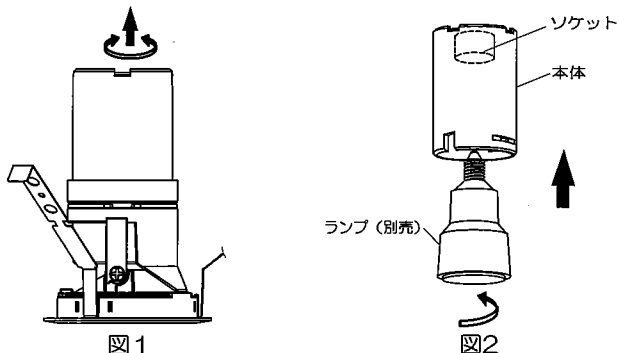

図1
4. 灯体を矢印の方向に回して取外してください(図1参照)。